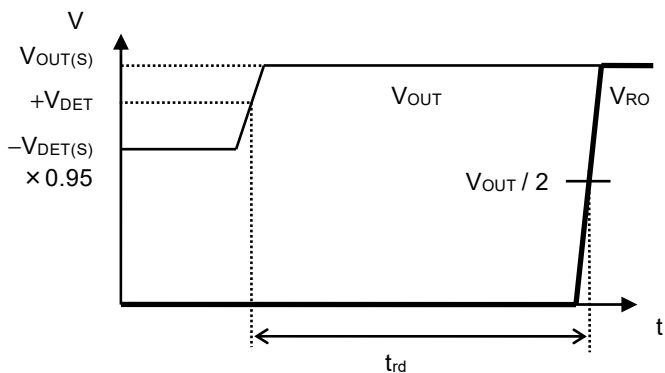

图6 解除延迟时间
*3. 从VOUT超过 $+V_{\text{DET}}$ 开始, 到实际RO端子的输出开始反转为止的时间 (参阅图6)。此值可以通过解除延迟时间、监视时间调整电容器 (C_{DLY}) 电容值进行更改。